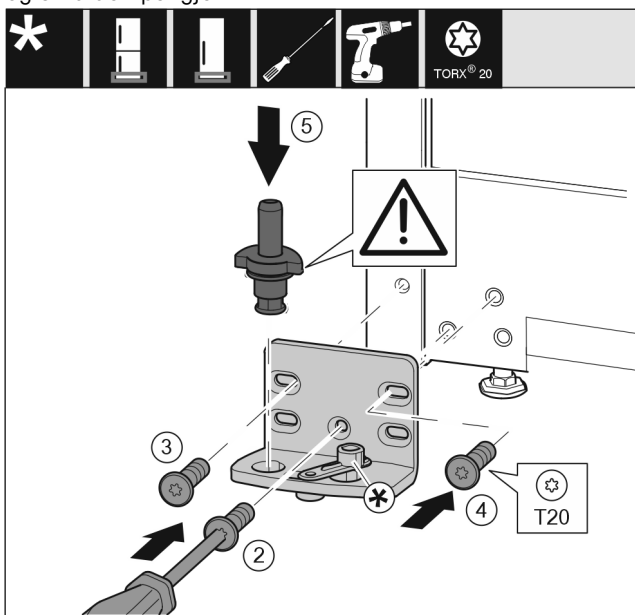

Fig. 16
- ▶ Plasser lagerblokken på den andre siden og skru den fast ved hjelp av en skrutrekker. Begynn med skruen Fig. 16 (2) nederst i midten.
- ▶ Skru fast skruen Fig. 16 (3) og skruen Fig. 16 (4).
- ▶ Sett lagerboltene Fig. 16 (5) fullstendig inn. Kontroller at låsekammen peker bakover.